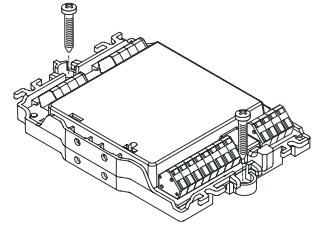

Рис. 2
- На ровную поверхность (рис. 2)
5. Для установки модуля в корпус используйте два винта M3 x 12 (рис.2).
1. Закрепите модуль ввода/вывода на ровной поверхности с помощью двух винтов (рис. 2).